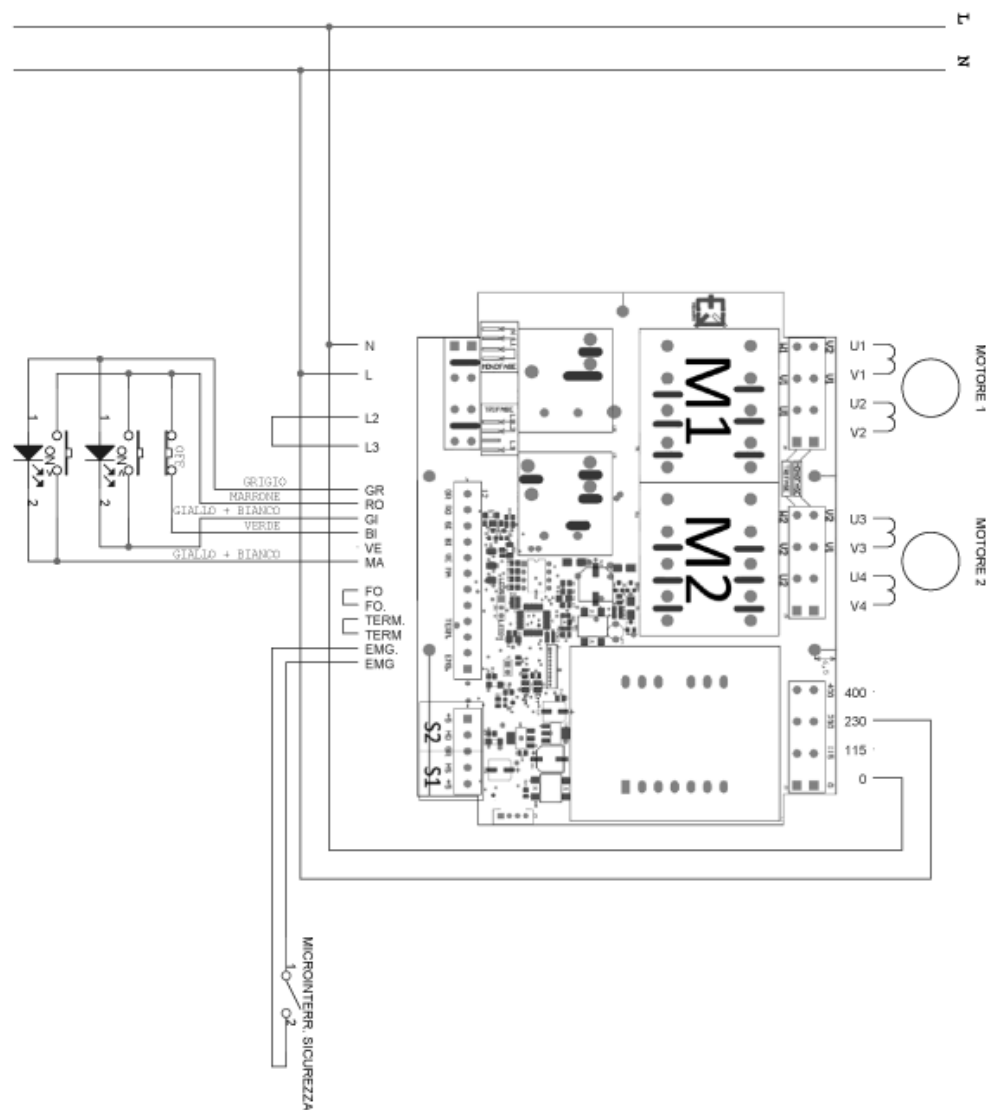

Fig. 2.4.4
2.4.4 - Schema elettrico monofase comandi inox (Fig. 2.4.4)